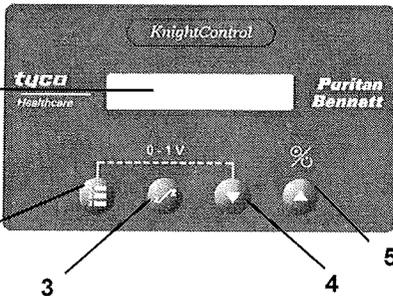

Abbildung 1 - Ansicht
Wenn das Gerät GoodKnight oder KnightStar 330 installiert ist, wird die Behandlung durch Betätigung der Taste Ein/Aus an der Fernbedienung gestartet (Position 5, Abbildung 1 - Aufsicht auf der Seite 3).
1. Schalten Sie das CPAP- bzw. BiLevel-Gerät aus, indem Sie den Schalter Ein/Aus der *KnightControl* Fernbedienung drücken (Position 5, Abbildung 1 – Ansicht, Seite 37). Das Gerät wird damit in den Bereitschaftsmodus geschaltet. Im Display wird entweder die Uhrzeit (GoodKnight) oder „KS 330“ (KnightStar 330) angezeigt.